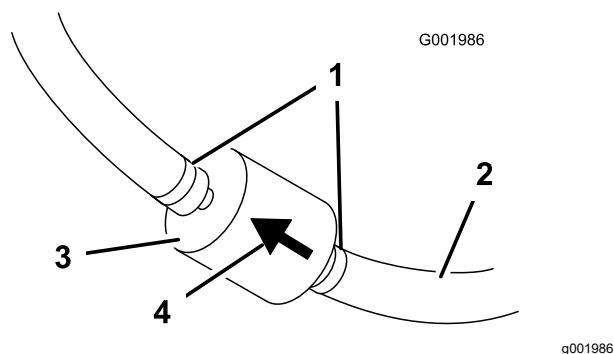

Figura 44
5. Apriete los extremos de las abrazaderas y deslícelas por el tubo alejándolas del filtro (Figura 44).